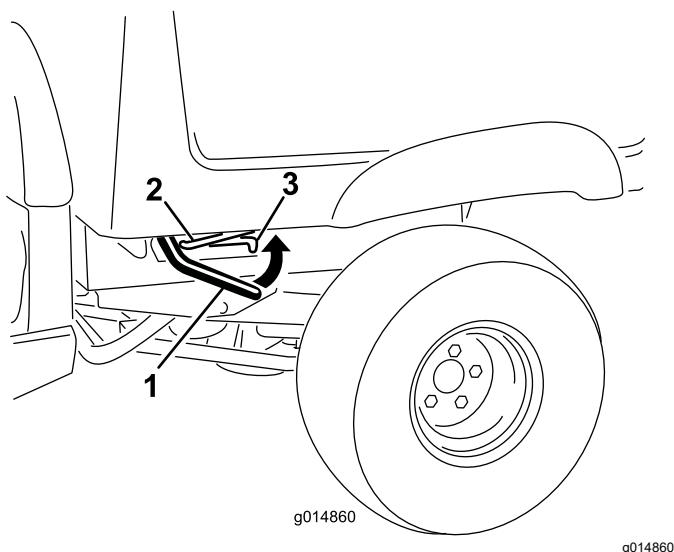

Figura 12
1. Levante la palanca situada en cada lado de la caja y eleve la caja (Figura 12).
1. Eleve la plataforma un poco tirando hacia arriba de la palanca de enganche (Figura 12).